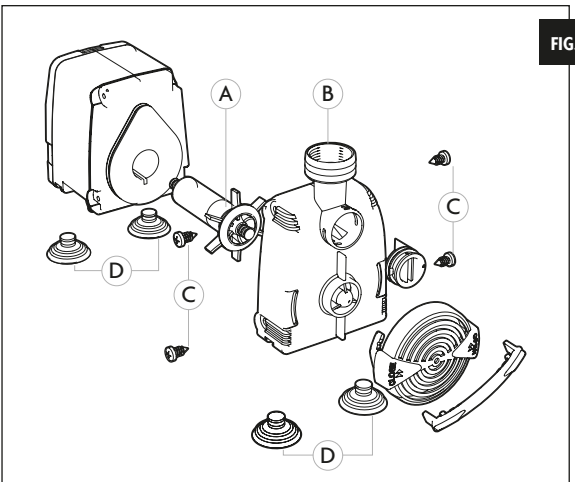

FIG. 3
Trek altijd eerst de stekkers uit alle elektrische apparaten voordat u uw handen in het water steekt. Draai de vier schroeven uit de behuizing, trek de front eraf en haal de rotor eruit. (zie Afb. 3); vervolgens worden alle onderdelen met een borstel (geen metalen borstel!) zorgvuldig gereinigd. Als nodig verwijderd u (kalk)afzettingen met azijn of citroensap. Alsdan dienen de onderdelen nauwkeurig worden gemonteerd, draai de 4 schroeven weer vast voordat u de pomp weer laat draaien.
Se recomienda limpiar asiduamente el rotor y la cámara de la bomba (fig. 3) eliminando la suciedad y los depósitos calcaresos.
Antes de cualquier operación, desconectar todos los aparatos eléctricos sumergidos. Desmontar el cuerpo motor y sacar el rotor de su sitio (fig. 3) lavar todo con un cepillo no metálico. Los posibles depósitos calcaresos se pueden eliminar dejando el aparato sumergido en vinagre o zumo de limón durante algunas horas.
Si raccomanda di pulire regolarmente il rotore (A) e la camera della pompa (B) (fig. 3) eliminando sporczia e depositi calcaresi. Il motore è completamente sigillato ed autoprotetto contro surriscaldamento e non richiede particolari cure. In caso di mancato funzionamento controllare per prima cosa il collegamento ed i dispositivi di sicurezza dell'impianto elettrico, se tutto risulta a posto la pompa necessita di essere pulita.
Svitare le quattro viti previste (C, fig. 3). Smontare il frontalino di aspirazione dal corpo motore e togliere il rotore dalla sua sede (fig. 3); lavare il tutto accuratamente con uno spazzolino non metallico. Gli eventuali depositi calcaresi possono essere rimossi lasciando l'apparecchio immerso in aceto o succo di limone per alcune ore. Rimontare i componenti con cura e fissare le viti della precamera.
Waschen Sie in regelmäßigen Abständen den Rotor und das Pumpegehäuse (s. Abb. 3.) um Verunreinigungen und Kalkablagerungen zu vermeiden. Der Motor ist vollständig versiegelt und durch einen Selbstschutz gegen Überhitzen abgesichert und weitgehend wartungsfrei. Bei Störungen zunächst die Stromzufuhr, Anschlüsse und Schutzschalter der elektrischen Anlage kontrollieren. Falls alles in Ordnung ist, muss die Pumpe gereinigt werden.
nen Sie ihn und ziehen Sie den Rotor aus seiner Halterung (s. Abb. 3); dann waschen Sie alle Teile sorgfältig mit einer nicht-metallischen Bürste. Falls erforderlich, entfernen Sie eventuelle Kalkablagerungen, indem Sie die Teile für einige Stunden in Essig oder Zitronensaft legen. Alle Teile müssen sorgfältig wieder montiert werden und die Schrauben fixiert werden bevor Sie die Pumpe wieder in Betrieb nehmen.
Prior to any work on the unit, disconnect all electrical equipment from the mains. Unscrew first the four screws and pull apart the cover (fig.3). Pull off the rotor from its location (fig. 3). Carefully rinse all components under running water cleaning them with a non-metallic brush. If necessary remove lime-scale by leaving the components immersed in vinegar or lemon juice for few hours. Reassemble the unit so that all components are placed in their original position and tighten the four screws on the motor housing.